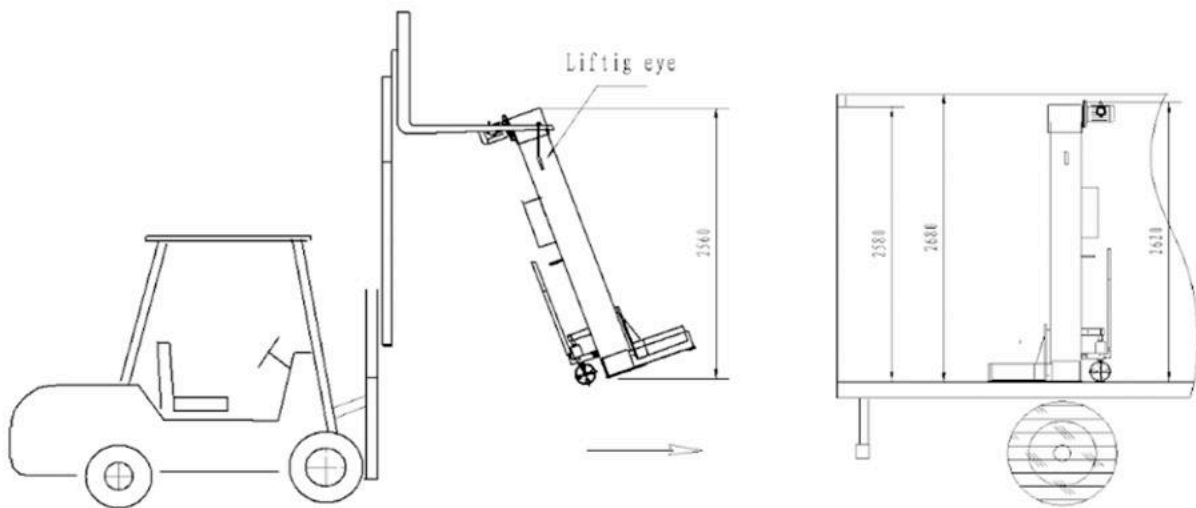

Figure 1 Sketch Map for Transporting Lifter
1. Перед першим використанням увімкніть кожну вертикальну стійку та виконайте роботу в режимі холостого ходу. Спочатку підключіть силовий штекер основного електричного блока керування до джерела живлення. (Див. рис. 1)